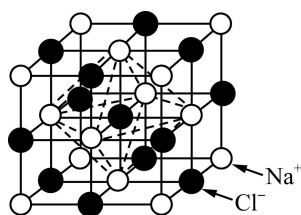

图 1 (NaCl 晶胞)
a. NaCl 晶体中, Cl^- 的配位数指的是每个 Cl^- 周围等距离且紧邻的 Na^+ 的个数, Na^+ 的配位数指的是每个 Na^+ 周围等距离且紧邻的 Cl^- 的个数。由图 1 可知, Cl^- 的配位数为 6, 6 个 Na^+ 所围成的图形为正八面体。 Na^+ 的配位数也为 6。